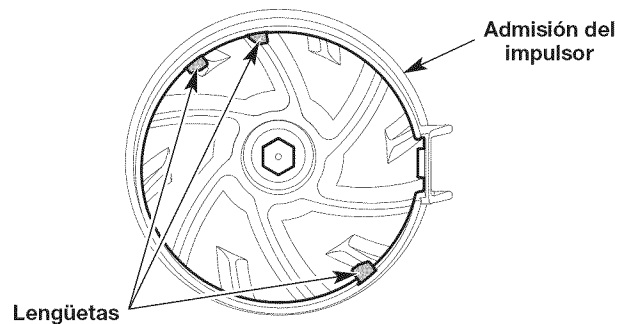

Fig. 6
2. Mientras sostiene abierta la puerta del impulsor, alinee las ranuras de la parte superior del tubo de la aspiradora con las lengüetas de la admisión del impulsor (Fig. 6).